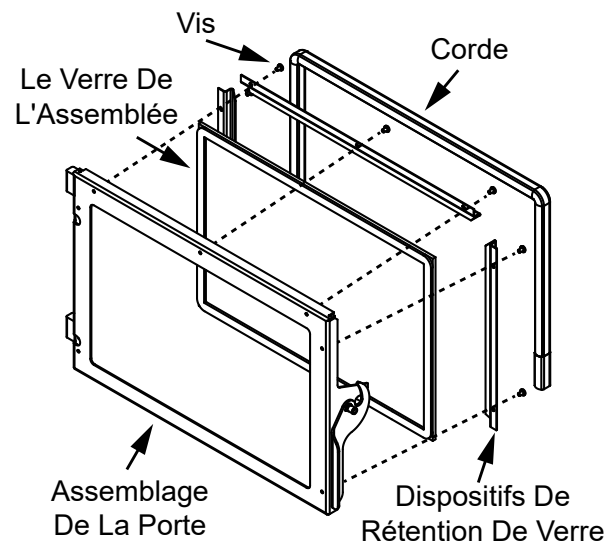

Figure 27.2
9. Ajouter de la corde dans la fente comme indiqué ci-dessous dans la **Figure 27.2**.